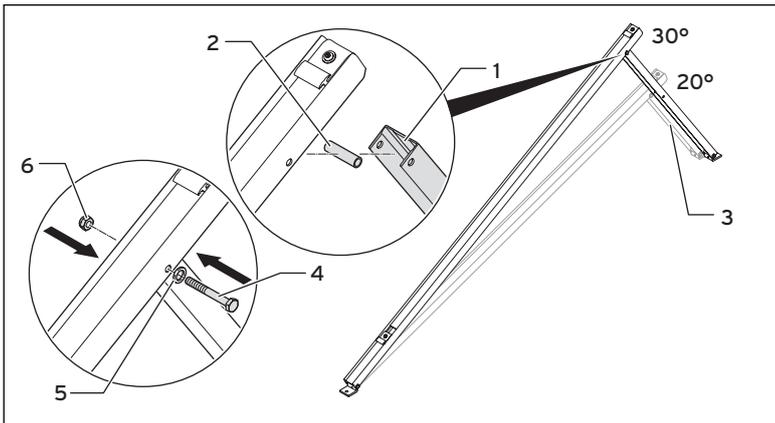

Abb. 5.10 Gestelle zusammenbauen
- Ziehen Sie die Schraube an der Stellschiene (→ **Abb. 5.10, Pos. 4**) fest.
- Stellen Sie den Fuß der Stellschiene so ein, dass er auf der Dachpfanne stehen kann (1).
- Schrauben Sie die obere Mutter auf (2) und ziehen Sie sie oberhalb des Fußes fest (mit SW 17).
- Trennen Sie die Gewindestange direkt oberhalb der Mutter ab (3).
- Entgraten Sie die Schnittstelle (4).
- Ziehen Sie die Schrauben der Füße (5) fest.
- Ziehen Sie die Schraube an der Stellschiene (→ Abb. 5.10, Pos. 4) fest.